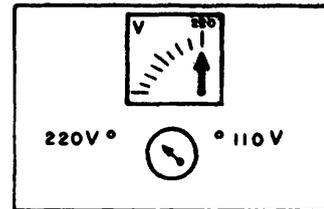

Fig. 2
2) Gire la llave selectora para el lado indicando 220V. El instrumento deberá indicar aproximadamente 220V (fig. 2).